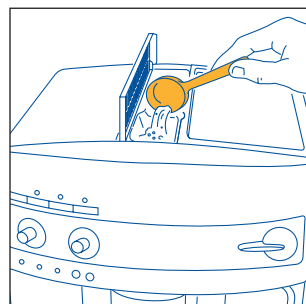

Fig.19
2. Levante la tapa del centro, introduzca en el embudo un medidor de café premolido (fig. 19) y proceda como se describe en el párrafo 5.